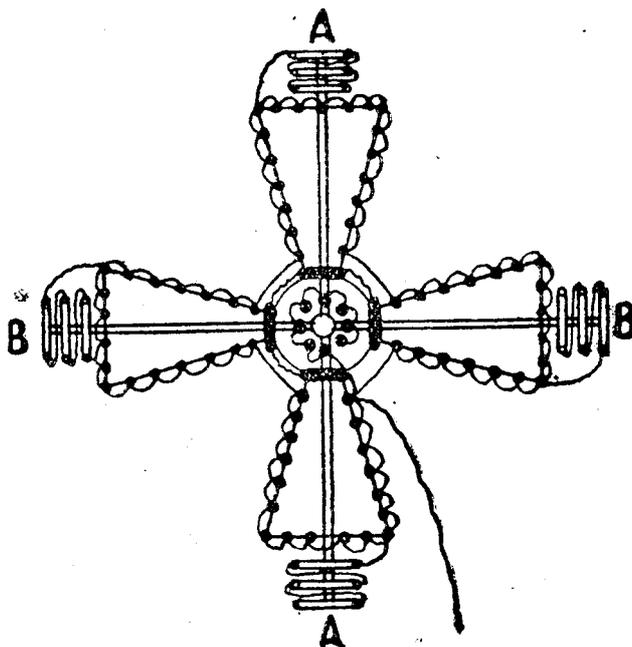

Fig. 65. - Pezzo a croce di Malta con 2 regoli giranti.
(Fig. 65).*
Fig. 65 bis - Sostegno (A) ed asse di ferro curvato (B) perché una giretta volante possa ruotare prima verticalmente e poscia innalzarsi.